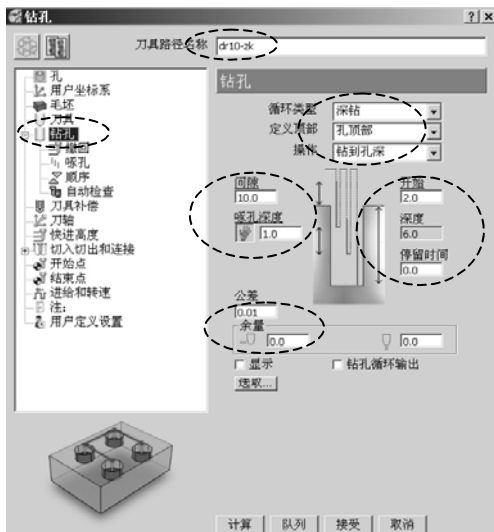

图 6-58 设置钻孔参数
3) 计算钻孔刀路: 在 PowerMILL 综合工具栏中, 单击刀具路径策略按钮 , 打开 “策略选取器” 对话框, 选择 “钻孔” 选项卡, 在该选项卡中选择 “钻孔”, 单击 “接受” 按钮, 打开 “钻孔” 表格, 按图 6-58 所示设置参数。